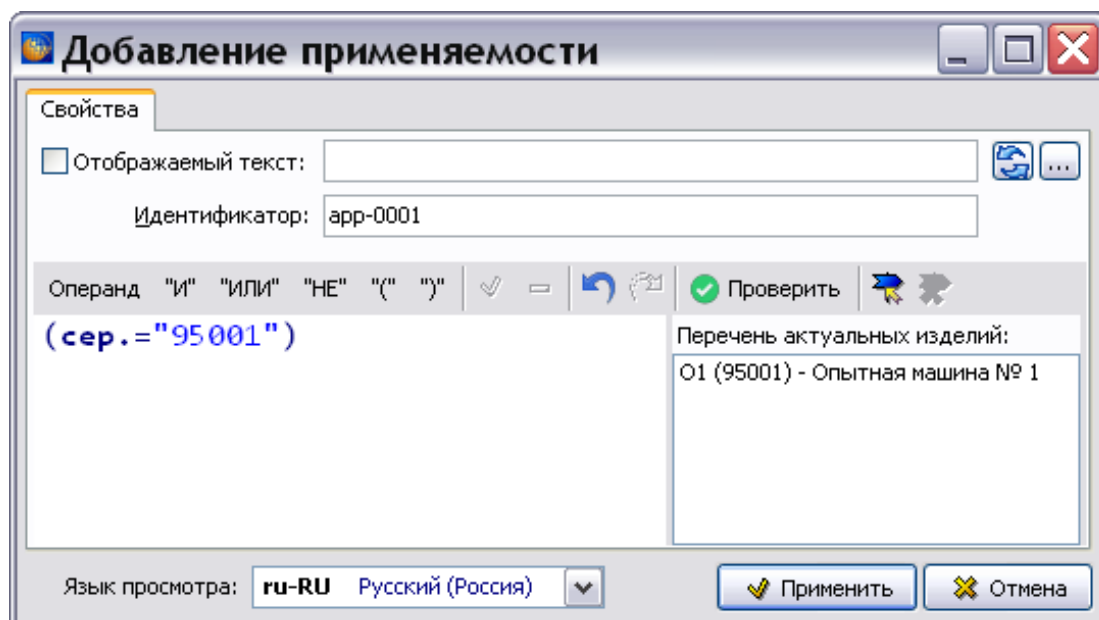

Рис. 22.59
- Укажите применяемость. Пример показан на Рис. 22.59.